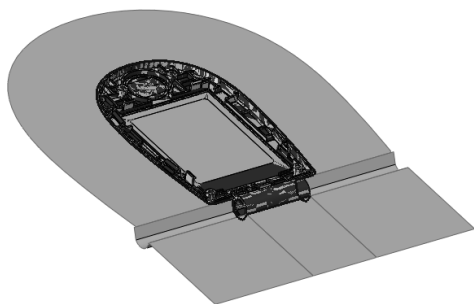

图 10-57 延展面操作
STEP 7 单击“模具工具”工具栏的“延展曲面”按钮，选择如图 10-57 所示模型边线执行多次曲面延展操作，延展距离为“40mm”。